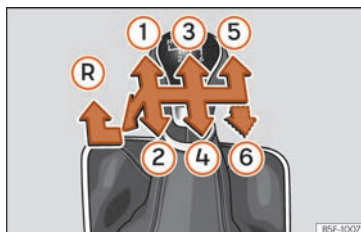

Fig. 213 Esquema de un cambio manual de 5 marchas o bien de 6 marchas.
En la palanca de cambios se indican las posiciones de las marchas **»» fig. 213.**
- Con la palanca de cambios en punto muerto, presiónela hacia abajo, muévela a la izquierda hasta el final y después hacia delante para seleccionar la marcha atrás **»» fig. 213 (R).**